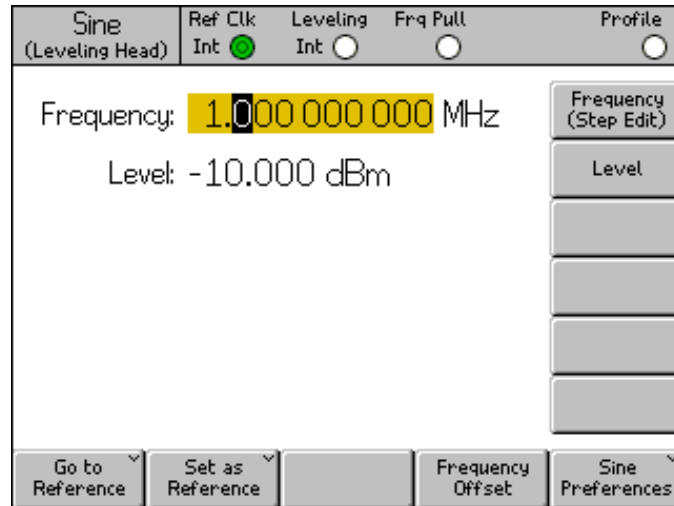

図 3-5. 定振幅正弦波画面
正面パネルのいずれかのメイン・ファンクション・キー **SINE**、**MOD**、**SWEEP** を押して、適切なメイン画面をディスプレイに表示します (以下の「定振幅正弦波画面」を参照)。画面の中央部分には、編集可能なデータ・フィールドが表示されます。画面上部にステータス・バーが表示されます。画面の右側と下部にソフト・ラベルが表示されます。図 3-5 を参照してください。
1. 適切な画面を表示します。図 3-5 では、定振幅正弦波画面を示しています。
選択時にはデータが影付き表示になり、フォーカスがあるフィールドを容易に識別できます。たとえば、図 3-5 では、[Frequency (周波数)] フィールドにフォーカスがあり、編集モードは「カーソル」です。これは、数字間を移動する (左右、 \leftarrow \rightarrow) ことができる黒色のカーソル (マーカー) によって示されています。この場合、スピン・ホイールまたは上下 (\uparrow \downarrow) キーを使用して、選択した数字を簡単に編集することができます。フィールド内の複数の文字を変更する必要がある場合は、英数字キーパッドを使用してフィールドを編集した方が効率的です (キーパッド編集)。